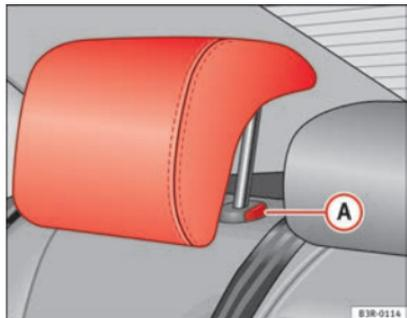

Fig. 5 Lugares laterais do banco traseiro: Encostos de cabeça
- Prima o botão **A** ⇒ Fig. 5 e desça o encosto de cabeça.
- Prima o botão **A** ⇒ Fig. 5 e, ao mesmo tempo, retire o encosto de cabeça.